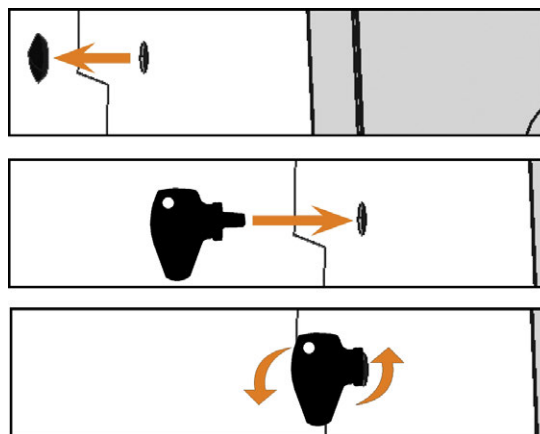

FIG. 47 UTILIZZO DELLA CHIAVE DI SBLOCCAGGIO D'EMERGENZA
2. Disattivare il blocco di sicurezza dello sportello del vano di lavoro, come mostrato nella figura (Fig. 47 sotto):